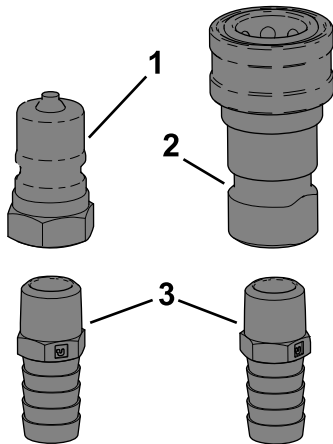

Figura 11
2. Enrosque el acoplamiento recto en el conector (Figura 11).